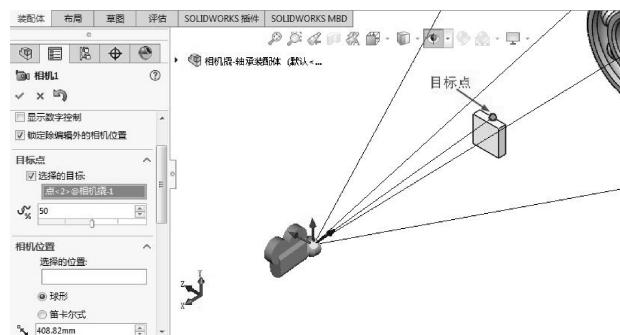

图8-25 设置目标点
- 12 通过【相机1】属性面板，选择相机撬顶面前边线的中点作为目标点，如图8-25所示。